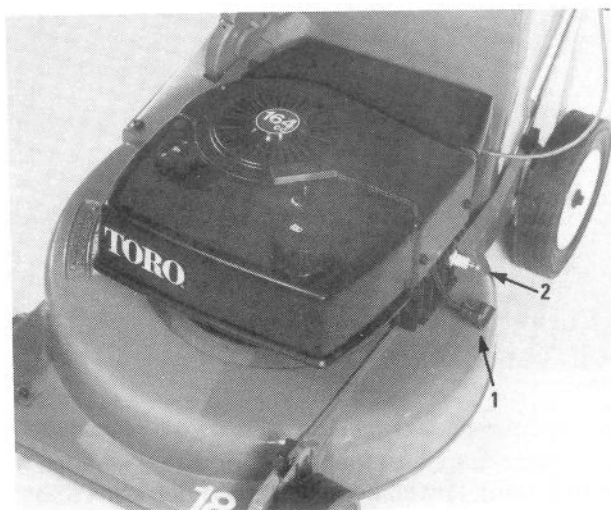

Figure 31
2. Nettoyez la surface autour de la bougie afin qu'aucun corps étranger ne tombe dans le cylindre lors de l'enlèvement de la bougie. Enlevez la bougie de la culasse (Fig. 31).